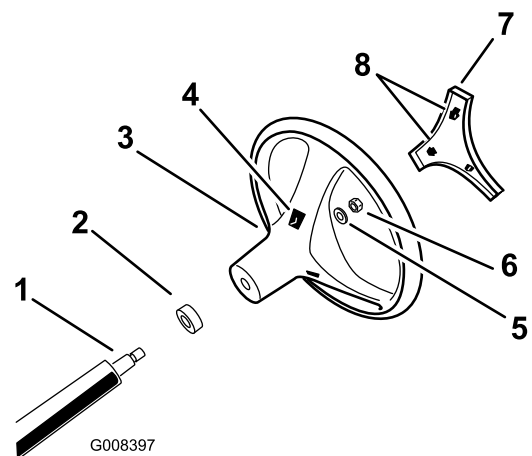

Figura 3
- Sujete el volante a la columna con la contratuerca (Figura 3). Apriete las contratuercas a 24–29 N·m.
- Alinee las pestañas del embellecedor con las ranuras del volante y coloque el embellecedor a presión en el centro del volante (Figura 3).